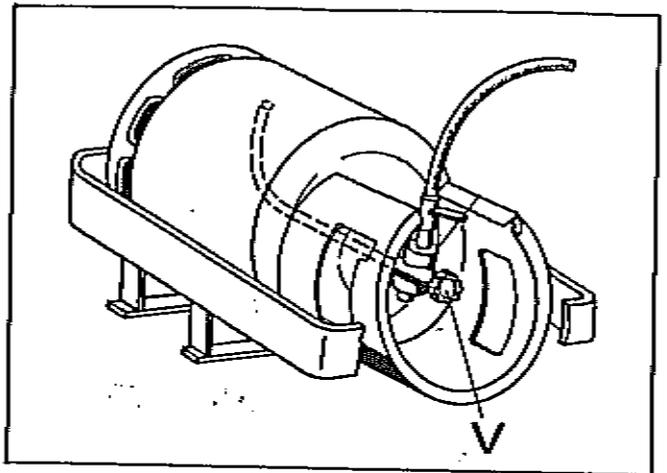

Abb. 1
1. Entnahmeventil "V" (Abb. 1) an der Gasflasche langsam öffnen.
Die Gasflasche muß so montiert werden, daß der Abgangsstutzen am Entnahmeventil nach oben gerichtet ist. (Abb. 1)